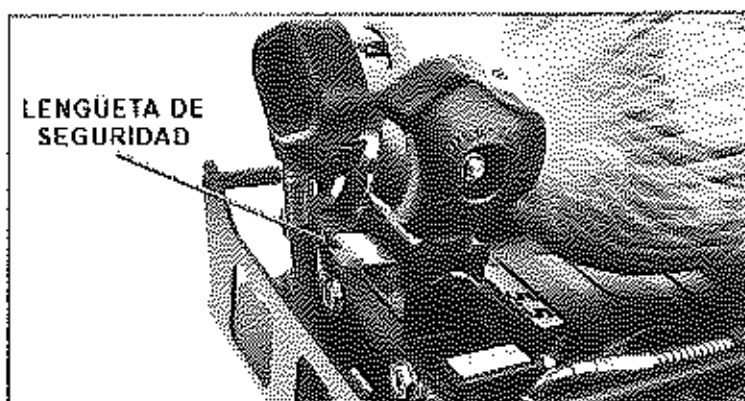

FIGURA 19
3. Sostenga el cilindro por debajo de la correa de sujeción, empuje la lengüeta de seguridad debajo de la válvula, luego levante el cilindro desenganchándolo del gancho ubicado en la parte inferior y extráigalo. Consulte la FIGURA 19.